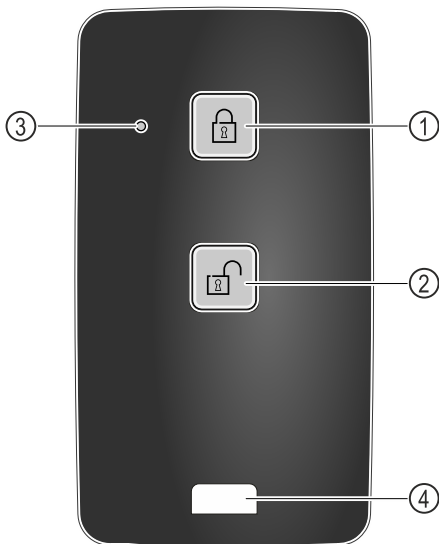

Fig. 147
- (1) Заблокировать замок (3) Светодиод состояния
(2) Разблокировать замок (4) Крепежная проушина
- ▶ Нажмите кнопку Fig. 147 (1) на пульте дистанционного управления.
- ▶ Нажмите кнопку Fig. 147 (2) на пульте дистанционного управления.
- ▶ Светодиод состояния Fig. 147 (3) при нажатии на кнопку выдает оптический ответный сигнал.
- ▶ Проушина Fig. 147 (4) для закрепления пульта дистанционного управления, например, на связке ключей.